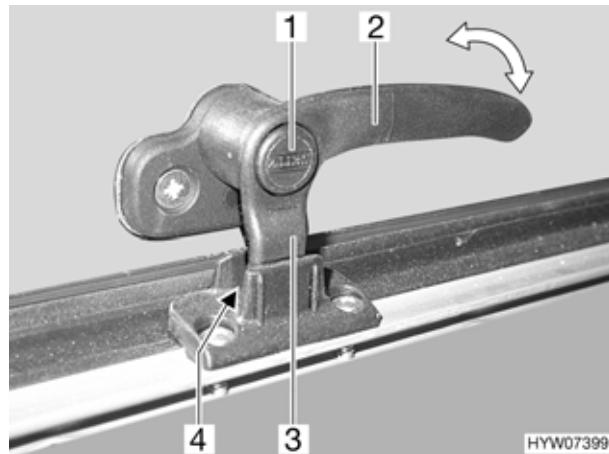

Fig. 48 Finestra apribile, maniglia in posizione di "aerazione continua" (variante 3)
- aerazione continua (Fig. 48)
- Premere il bottone di sicurezza (Fig. 48,1) e mantenerlo premuto.
- Posizionare la maniglia della finestra (Fig. 48,2) in verticale o ruotarla di un quarto di giro verso il centro della finestra.
- Ruotare nuovamente la maniglia. Riportare contemporaneamente il nasello di chiusura (Fig. 48,3) alla maniglia della finestra nella rientranza della chiusura della finestra (Fig. 48,4).